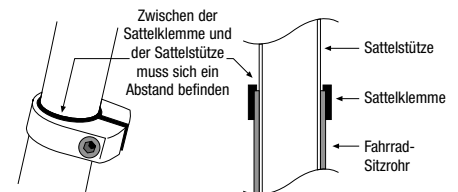

ABB. 3
- Achten Sie darauf, dass die Oberkante der Sattelklemme nicht die Sattelstütze berührt, bevor Sie die Klemme festziehen (siehe Abb. 3).